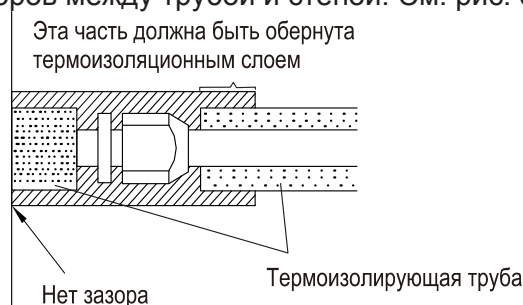

Рис. 32
- 3) Соединения в наружных и внутренних блоках должны быть обернуты изолирующим материалом без зазоров между трубой и стеной. См. рис. 32.